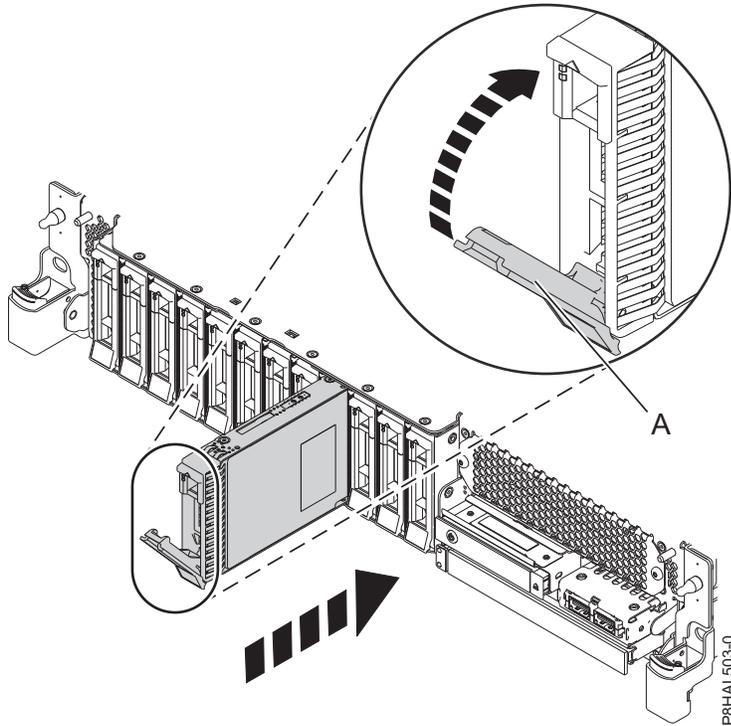
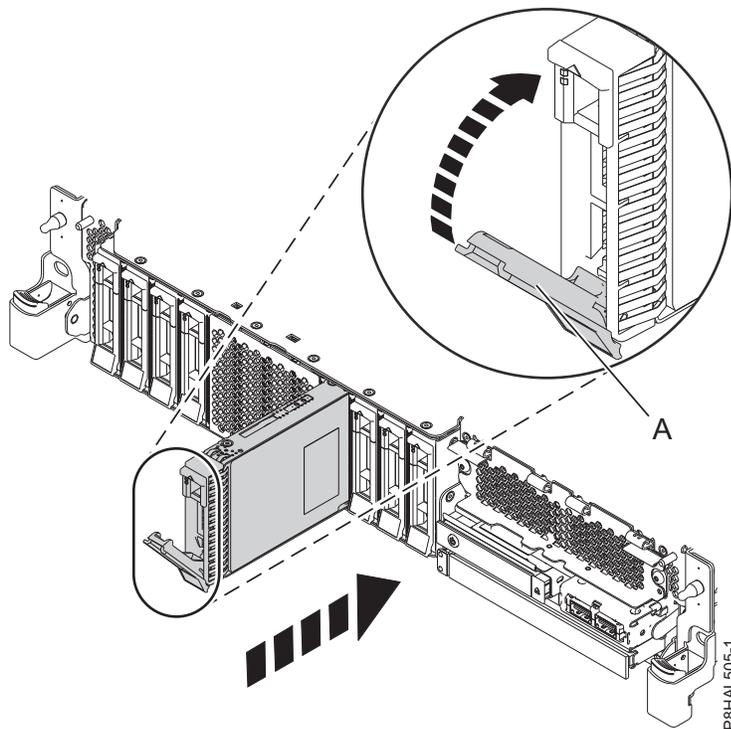

図 4. 基本機能 5148-21L、5148-22L、8247-21L、8247-22L、8284-21A、または 8284-22A システムにおけるディスク・ドライブの取り付け
図 5. 拡張機能 5148-21L、5148-22L、8247-21L、8247-22L、8284-21A、または 8284-22A システムにおけるディスク・ドライブの取り付け
3. ハンドルを押して手前に引き出して、ドライブ・ベイ・ハンドル **(A)** をアンロックします。ハンドルが完全に引き出されていないと、ドライブをシステムの中にスライドさせることができません。7 ページの図 4 および 7 ページの図 5 を参照してください。
5. ドライブをシステムに完全にスライドさせ、ドライブ・ベイ・ハンドル **(A)** をロックされるまで押し込みます。7 ページの図 4 および 7 ページの図 5。